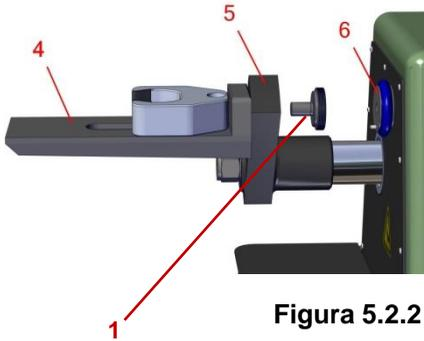
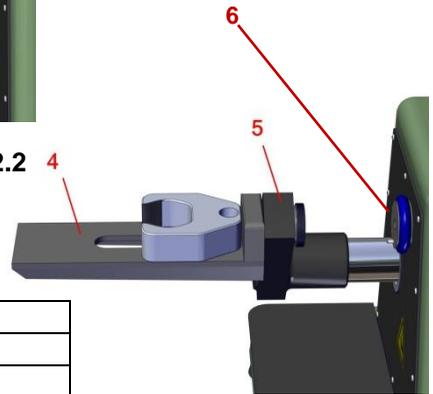
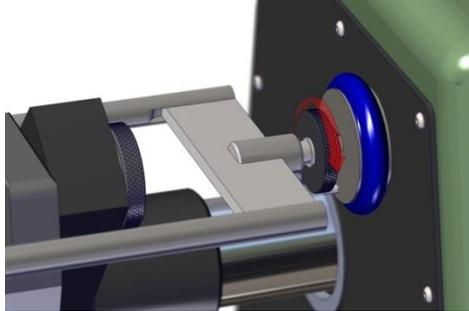

Figura 5.2.2
Figura 5.2.3
Figura 5.2.5
2. Suavemente deslice el patrón roscado de la base del accesorio de tensión hacia el brazo movable portamordaza (Figura 5.2.2, Ítem 5) de la Máquina Universal de Ensayos. Reemplace el tornillo roscado y ajuste manualmente para adjuntar la base del accesorio de tensión en frío al brazo movable portamordaza (Figura 5.2.2 y Figura 5.2.3).
3. Coloque la mordaza de herramientas izquierda y el puente de tracción en la superficie superior de la base de accesorios de tracción. Deslice suavemente el pasador de puente (Figura 5.2.1) en el orificio ubicado en el centro del soporte de la abrazadera estacionaria (Figura 5.2.2, Artículo 6)
4. Ajuste la tuerca roscada del puente (Figura 5.2.1, Ítem 3) hasta que la superficie plana de la tuerca del puente quede frente al soporte estacionario de mordaza (Figura 5.2.2, Ítem 6) a aproximadamente $1/32"$ (.078 mm) de distancia desde la superficie del soporte estacionario de mordaza (vea la Figura 5.2.5).
(Vea la Figura 5.2.3 para la Descripción del Artículo)